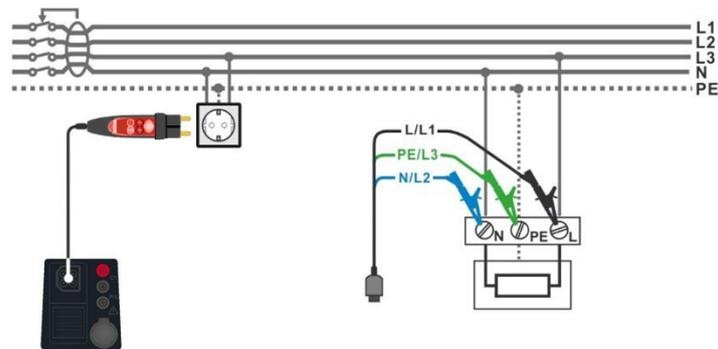

Abbildung 7.25: Anschluss des Commander-Prüfsteckers und der 3-Leiter-Prüfleitung
- › Schließen Sie die 3-Leiter-Prüfleitung oder den Commander-Prüfstecker am Prüfobjekt an, siehe **Abbildung 7.25**.
- › Schließen Sie die 3-Leiter-Leitung oder den Commander Prüfstecker am Prüfobjekt an, siehe **Abbildung 7.25**.
- › Schließen Sie die 3-Leiter-Prüfleitung oder den Commander-Prüfstecker am Prüfobjekt an, siehe **Abbildung 7.25**
<ul style="list-style-type: none"> › Wählen Sie die Funktion RCD Auto im Menü RCD. › Stellen Sie die Prüfparameter / Grenzwerte ein. › Schließen Sie die Prüflleitungen am Prüfgerät an. › Schließen Sie die 3-Leiter-Prüflleitung oder den Commander Prüfstecker am Prüfobjekt an, siehe Abbildung 7.25. › Starten Sie die Messung. 	Start Prüfung